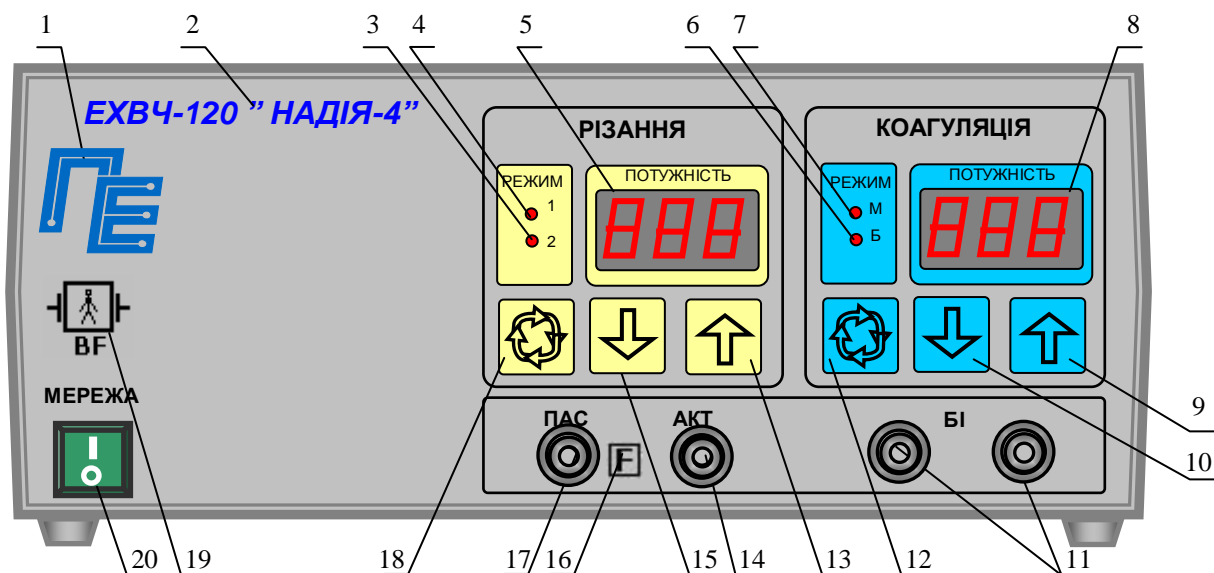
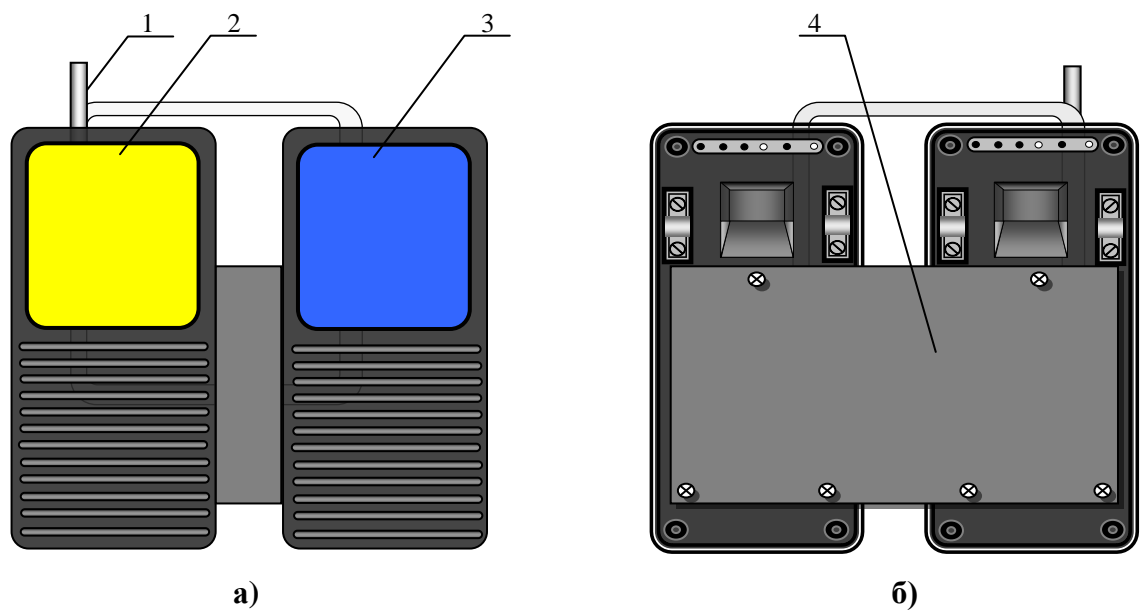

Рис.1. Передня панель електронного блоку.
Рис. 3. Ножна педаль
Конструктивно апарат виконаний у вигляді двох окремих блоків - електронного блоку (рис. 1,2) і ножної педалі (рис. 3).
На передній панелі електронного блоку розташовані наступні органи управління і індикації (рис.1):
Конструкція ножної педалі (рис.3) є підлоговою конструкцією, на якій розташовано дві рухомі платформи: ліва (2) - для включення виду роботи РІЗАННЯ, права (3) - КООГУЛЯЦІЯ.
- включити апарат, для чого встановити вимикач “МЕРЕЖА” в положення “I”. При цьому висвітлюються індикатори: “МЕРЕЖА”, вибраних режимів роботи. На індикаторах (5,8 рис.1) висвітлюються цифри встановленого рівня вихідної потужності;
- перевірити переключення режимів роботи, для чого послідовно натискаючи кнопки (12, 18 рис.1), переконатися, що апарат послідовно перемикає режими 1, 2 для РІЗАННЯ і режимів М, Б для КОАГУЛЯЦІЯ по послідовному загорянню відповідних індикаторів (3, 4, 6, 7 рис.1);
- перевірити регулювання рівня вихідної потужності, для чого, натиснувши кнопки управління (9, 13 рис. 1), переконатися, що відбувається збільшення показань індикатора рівня вихідної потужності, а натиснувши кнопки управління (10, 15 рис.1), переконатися, що відбувається зменшення показань індикатора рівня вихідної потужності. Перевірку провести як для виду робіт РІЗАННЯ так і для виду робіт КОАГУЛЯЦІЯ. Слід пам'ятати, що встановлені рівні вихідної потужності запам'ятовуються для кожного виду і режиму роботи. Види роботи включаються тільки по черзі.